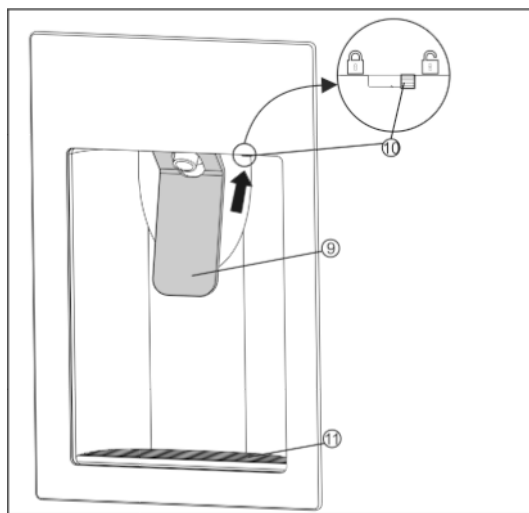

Fig. 23
- ▶ Чтобы набрать холодную воду, вдавите стаканчиком лопатку *Fig. 23 (9)* назад.
- ▶ В чаше под решеткой *Fig. 23 (11)* может собраться несколько капель воды. Слегка нажмите на решетку в направлении назад и извлеките ее. Уберите воду салфеткой.
В раздаточном блоке смонтирован фиксатор *Fig. 23 (10)*, позволяющий лопатку *Fig. 23 (9)* заблокировать. Фиксатор *Fig. 23 (10)* можно сместить влево и вправо. Таким образом обеспечивается защита от детей.